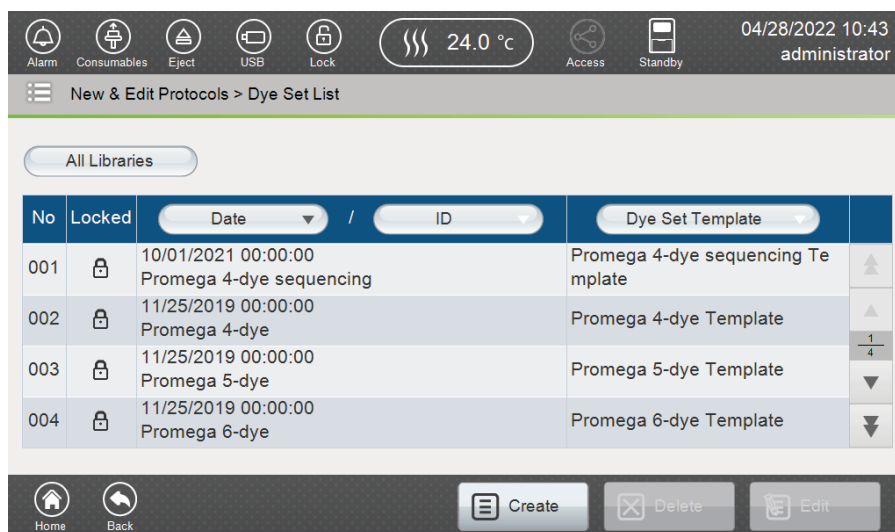

図 142 Dye Set List 画面
1. New & Edit Protocols 画面（図 117）の **Dye Set** を選択し、Dye Set List 画面を開きます。（図 142）